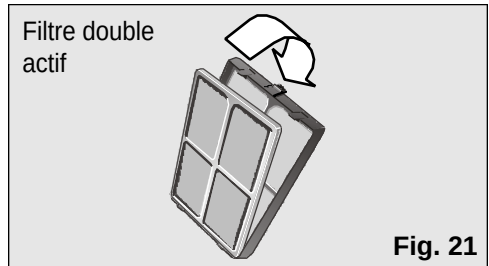

Fig. 21
Ces modèles comportent, en plus, un double filtre actif situé à l'intérieur du filtre de base, Fig. 21.
- ☐ Changez le double filtre actif, dans le filtre de base, tel que cela est indiqué sur la **Fig. 21.**